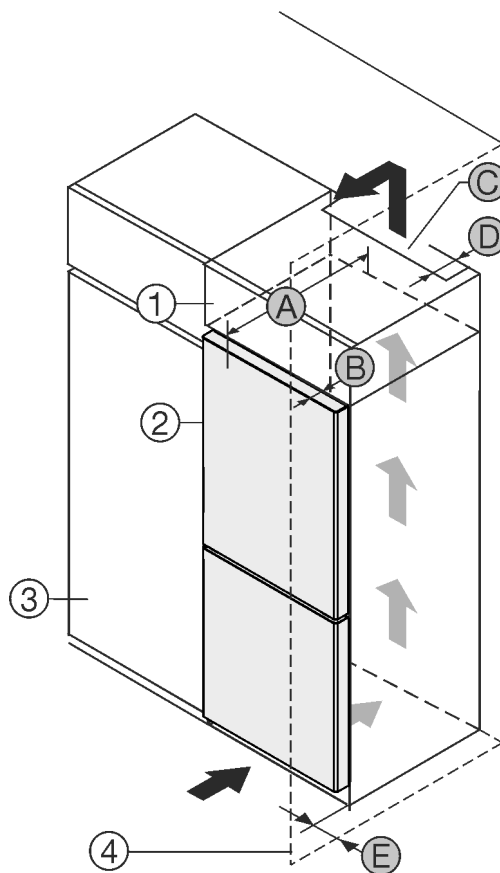

Fig. 1
U kunt het apparaat direct naast de keukenkast *Fig. 1 (3)* opstellen.*
Aan de achterzijde van de opzetkast moet een luchtafvoerkanaal met de diepte *Fig. 1 (D)* over de volledige breedte van de opzetkast aanwezig zijn.*
Onder het plafond moet de ventilatiedoorsnede *Fig. 1 (C)* worden aangehouden.*
Als u het apparaat met de scharnieren naast een wand *Fig. 1 (4)* plaatst, moet de afstand tussen het apparaat en de wand minimaal 13 mm bedragen.*
Als u het apparaat met de scharnieren naast een wand *Fig. 1 (4)* plaatst, moet de afstand tussen het apparaat en de wand minimaal 20 mm bedragen.*
Om de deuren volledig te kunnen openen, moet het apparaat overeenkomstig de deurdiepte *Fig. 1 (B)* ten opzichte van het keukenkastfront uitsteken. Afhankelijk van de diepte van de keukenkasten *Fig. 1 (3)* en het gebruik van de wandafstandshouders kan het apparaat verder uitsteken.*